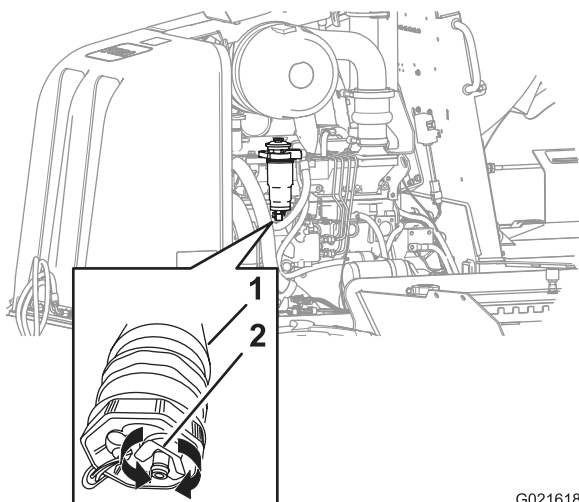

Figure 52
2. Placez un petit bac de vidange sous le filtre à carburant secondaire (Figure 52).
3. Tournez le robinet de vidange qui se trouve au fond du filtre à carburant secondaire de 2 ou 3 tours dans le sens antihoraire et laissez couler l'eau et les sédiments qui pourraient se trouver dans le séparateur d'eau du filtre à carburant (Figure 52).
4. Lorsque du carburant propre s'écoule du filtre, tournez le robinet de vidange dans le sens horaire pour le fermer (Figure 52).